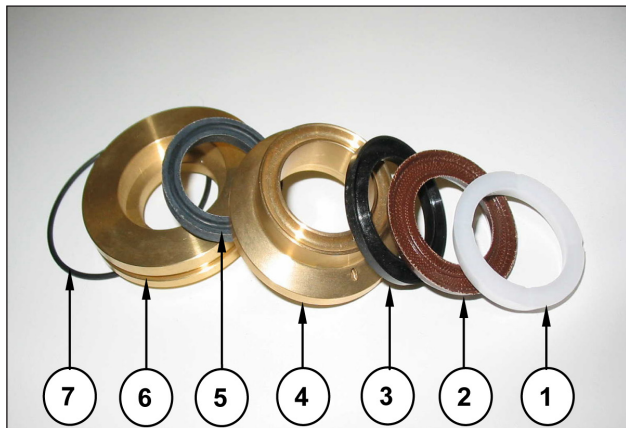

Fig. 28
**Prestar atención al orden de desmontaje del paquete de juntas como se indica en la Fig. 28, compuesto por:**